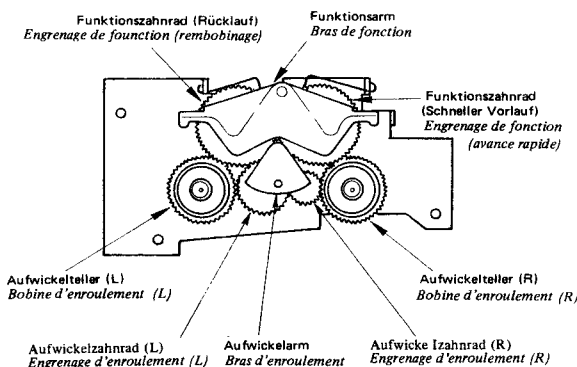

Abb. 67 Fig. 67
1) Die Getriebeeinheit in das Chassis einbauen, wobei jedoch die Stopp-Funktion eingestellt sein muß (siehe auch Abb. 67).
1) Remonter l'ensemble d'engrenage sur le châssis de platine en engageant le mode d'arrêt. (Voir la Fig. 67.)